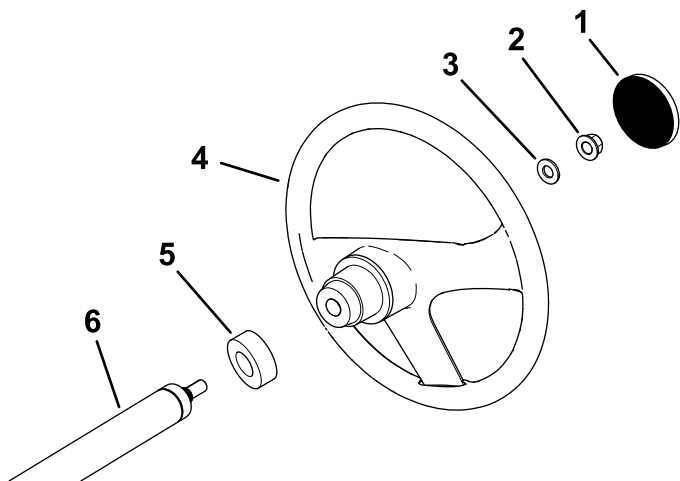

Bild 3
- Nehmen Sie die Abdeckung (falls vorhanden) von der Nabe des Lenkrads ab (Bild 3).
- Entfernen Sie die Sicherungsmutter (½") von der Lenkwelle (Bild 3).
- Schieben Sie das Lenkrad, die Staubabdeckung und die Scheibe (½") auf die Lenkwelle (Bild 3).
- Befestigen Sie die Abdeckung am Lenkrad (Bild 3).